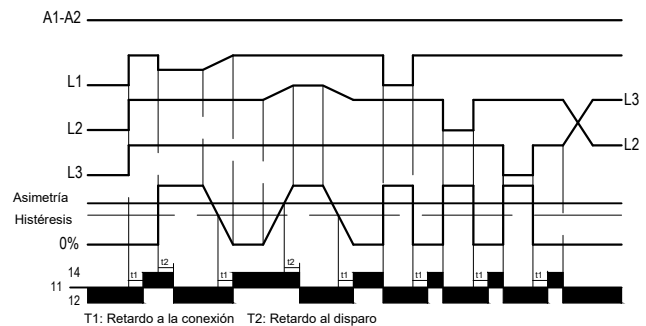

Fig. 2
**Asimetría:** Si las tensiones de alimentación no son idénticas entre sí, se tendrá la condición de desequilibrio: (Umáx-Umin)/Un x 100 (Fig. 2), lo cual obliga a la reclasificación de la potencia útil de los motores asíncronos (Fig. 3), debido al incremento de las pérdidas y por ende de la temperatura. Cuando el valor de asimetría excede el valor configurado, el LED de indicación de falla respectivo se enciende y luego de transcurrido el tiempo de retardo configurado (T2) se produce el disparo, si durante este periodo se restablecen las condiciones de simetría de tensiones, el disparo no se efectúa.